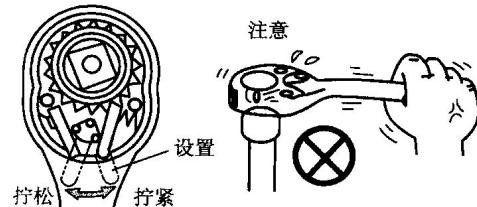

图 0-16 棘轮扳手的正确使用
6) 使用棘轮扳手时, 不能施加过大力矩, 以免损坏棘爪的结构(图 0-16)。